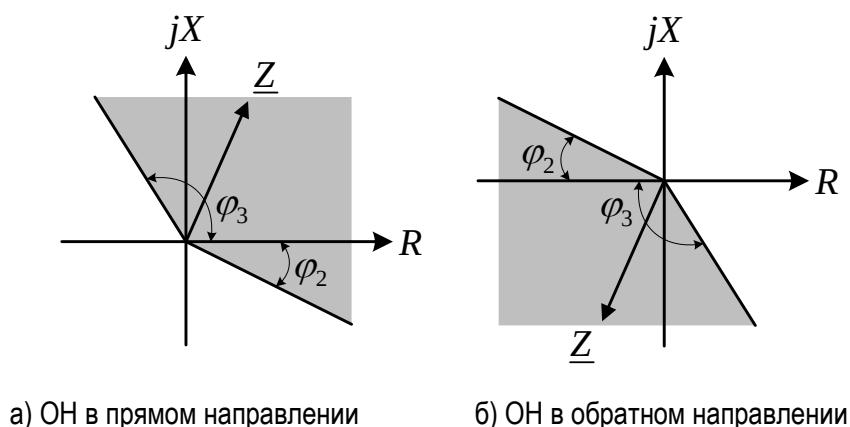

Рисунок 1.2 – Характеристики срабатывания органов направления
1.2.1.14 Выполнение функций направленного РС обеспечивается совместным использованием ненаправленного РС и органов направленности (ОН). Орган направленности представляет собой два отрезка, исходящие из начала координат и расположенные во втором и четвертом квадрантах. Вид характеристики (см. рис. 1.2) определяется углами  $\phi_2$  и  $\phi_3$  наклона этих отрезков, отсчитываемых относительно оси  $R$ . Углы наклона характеристики задаются уставками «Ф2 ОН-ФФ(Ф3)» и «Ф3 ОН-ФФ(Ф3)». Уставки органов направленности являются общими для всех ступеней, задаются отдельно для контуров «фаза-фаза» и «фаза-земля». Углы наклона в устройстве задаются для прямонаправленного ОН, а характеристика обратного направленного ОН симметрична характеристике прямонаправленного ОН с поворотом на 180 градусов.